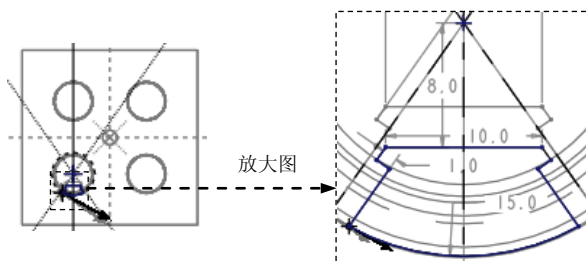

图 25.27 截面草图（二）
(3) 绘制截面第二个截面草图。单击“混合”操控板中的 **截面** 选项卡，在 **偏移自** 区域的文本框中输入-58，然后单击 **草绘...** 按钮，进入草绘环境后，绘制图 25.27 所示的截面草图（二），完成此截面的绘制后，单击“草绘”操控板中的“确定”按钮